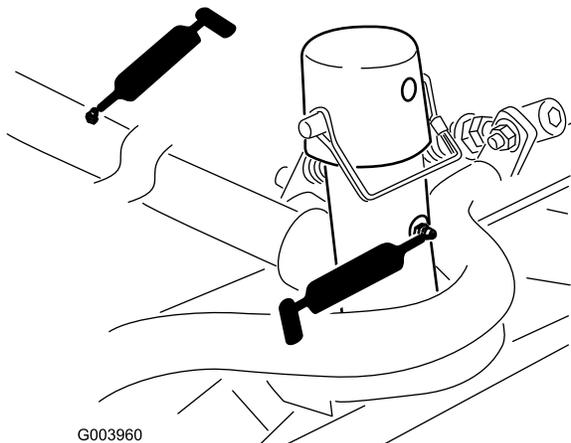

図 44
- カuttingユニットのキャリアフレームとピボット各 (図 44)